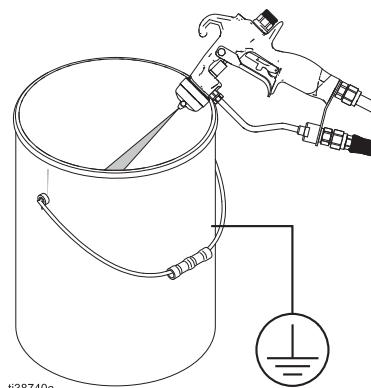

Рис. 11: Сбросьте давление в краскораспылителе.
- Плотно прижмите металлическую часть краскораспылителя к заземленному металлическому ведру. Нажмите курок краскораспылителя, чтобы сбросить давление. См. Рис. 11.